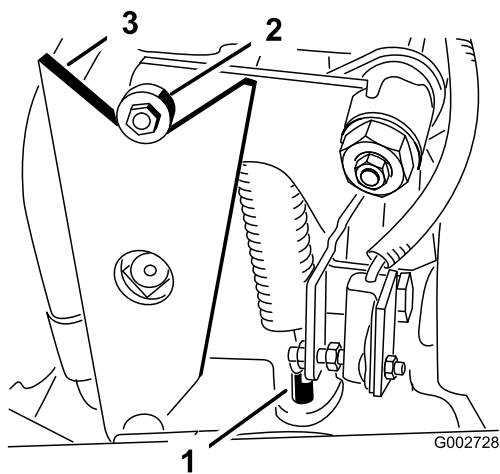

Figura 42
- Se le ruote girano nel senso giusto, spegnete il motore e regolate il dado di bloccaggio del perno di regolazione della molla (Figura 42). Regolate la posizione di folle della trazione; vedere Regolazione della trazione per la folle.